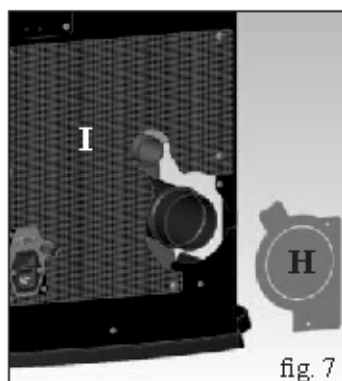
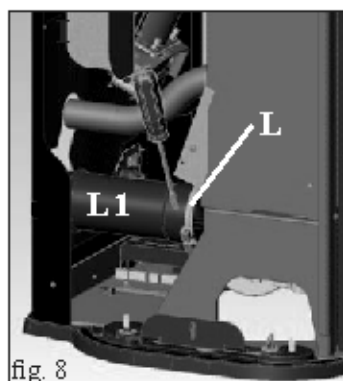

fig. 7
fig. 8
- Démontez les côtés en verre (H - fig. 7) en enlevant les protections
- Éliminer les tampons en caoutchouc en dessous des étriers de fixation (supérieure et inférieure) des côtés en verre (I - fig. 8)
- Enlever le plan supérieur en verre en appui (H - fig. 7).
- Enlever le côté en acier, fixé à la structure de la poêle avec 2 vis (X - Fig. 7) pour enlever, tirant vers le haut (I - Fig. 8).
- Enlever le diaphragme (H - fig. 7) et, en cas de nécessité, même la partie arrière inférieure percée (I - fig. 7).
- Desserrer le collier (L - fig. 8) et enlever le tuyau de sortie des fumées (L1 - fig. 8).